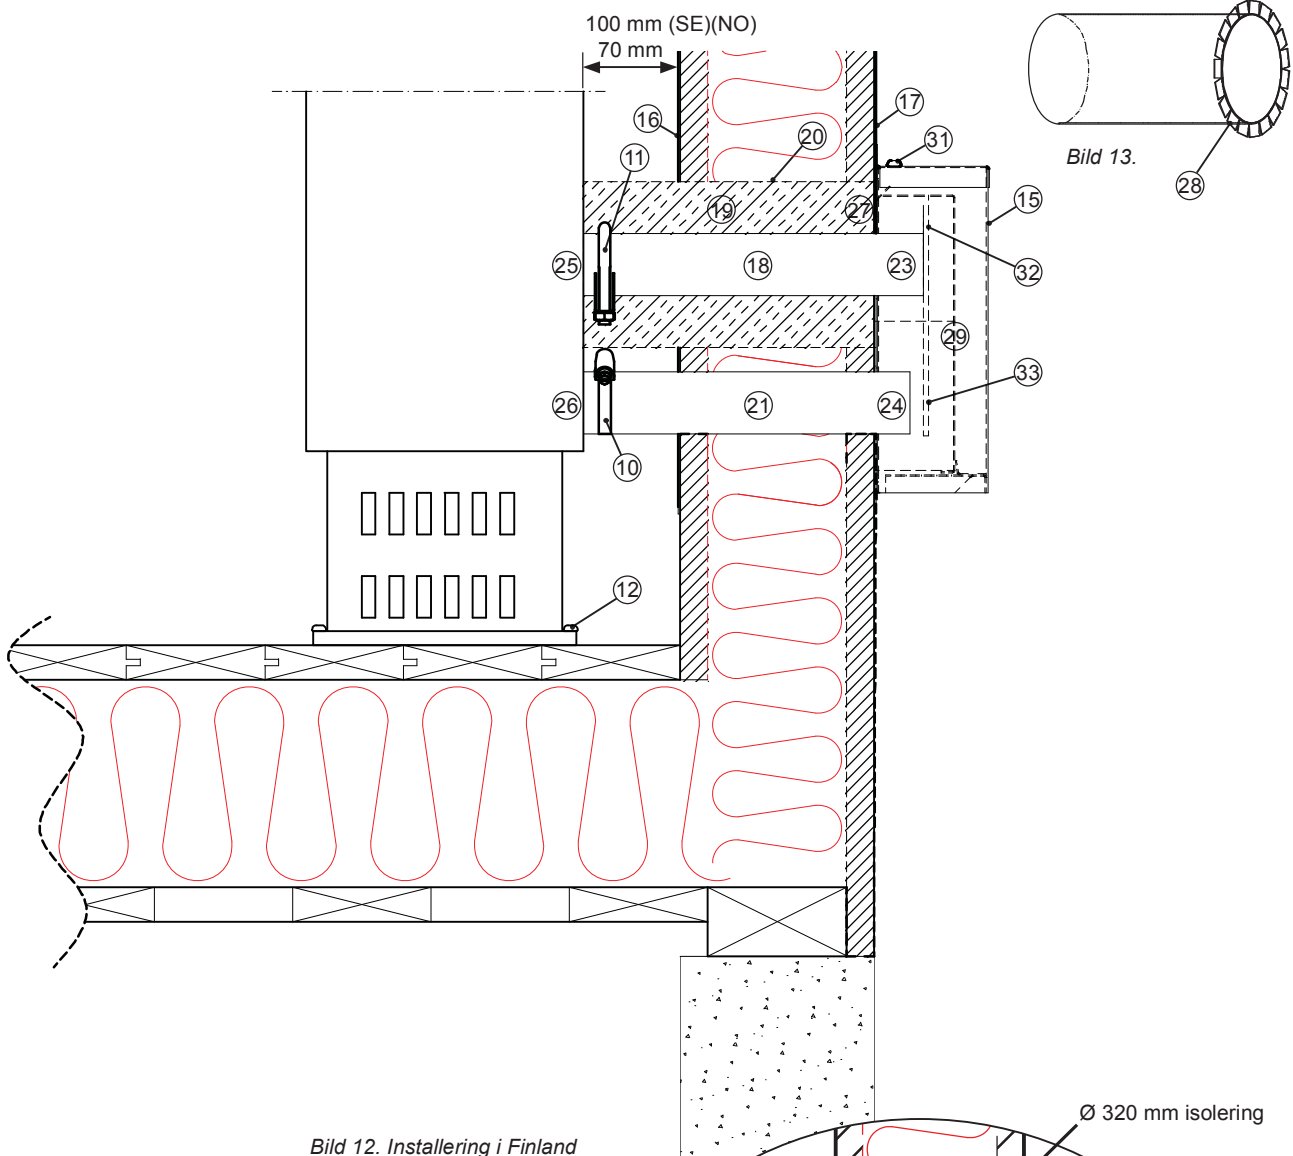

Bild 12. Installering i Finland
- Skär upp båda rören (18 och 21) så att de sträcker ut sig från väggen ca. 40 – 45 mm (23 och 24) när rören har förts in helt och hållet i värmearanslutningsrören (25 och 26) och värmaren har positionerats minst 70 mm (Finland / 100 mm (Sverige och Norge) från väggen. Bild 12.
- För rören (18 och 21) hela vägen in i anslutningsrören (25 och 26) och täta rökgasrörets anslutning (25) med en rörklämma (11) och brännluftintagets anslutning (26) med en slangbindare. (Båda förbindningar finns i värmarens tillbehörsväska.) Rökgasröret kan inte spännas åt tillräckligt med något annat fästelement än en rörklämma (11), som måste dras åt tillräckligt för att röret ska hållas på plats.
- Sätt mineralull (19) på rökgasröret (18) så att isoleringsmaterialet sträcker sig från värmarens bakre yta till ca. 10 mm utanför väggen (27). Placera isoleringsmantelplattan (20) på isoleringen.